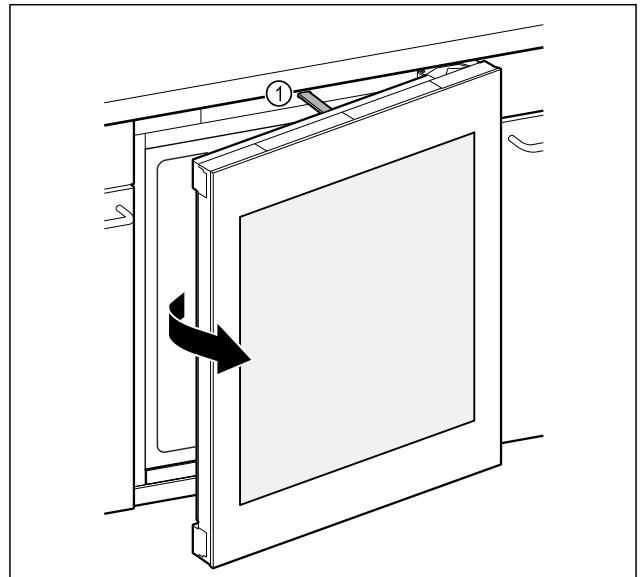

Fig. 92
- ▶ L'asta di spinta Fig. 92 (1) apre la porta di circa 7 cm.